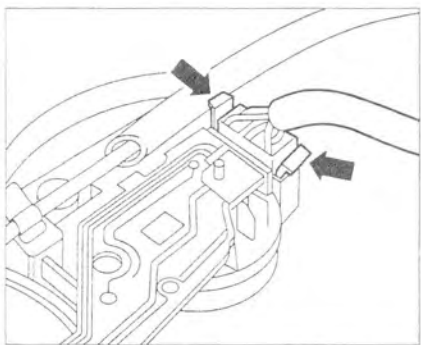

Рис. 9.49. Отсоедините разъем проводки с тыльной стороны регуляторов подачи нагретого и свежего воздуха (стрелка).
3. Отсоедините разъем проводки с тыльной стороны регуляторов подачи нагретого и свежего воздуха (стрелка) (рис. 9.49).